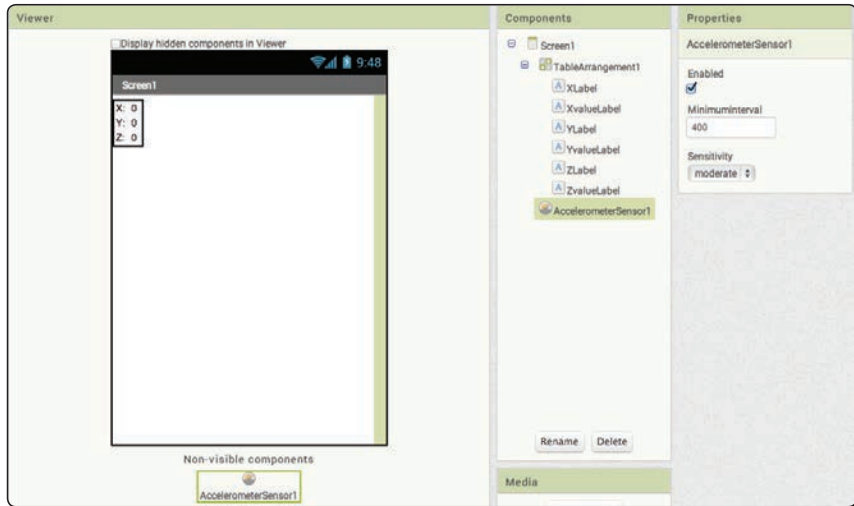

Figura 3.1-28. Pantalla de diseño de la aplicación de lectura del Acelerómetro
- La parte de diseño tiene de nuevo seis etiquetas visibles y un elemento no visible que es el acelerómetro como se muestra en la Figura 3.1-28.